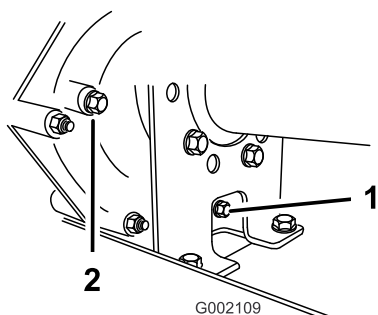

Figura 57
2. Pulite la superficie attorno al tappo di riempimento e di spurgo con un panno (Figura 57).
4. Estraeate il tappo di riempimento facendolo girare in senso antiorario (Figura 57).
5. Estraeate il tappo di spurgo facendolo girare in senso antiorario (Figura 57).
6. Installate e serrate il tappo di spurgo e la guarnizione del foro del tappo di spurgo della trasmissione (Figura 57).
specificato o fino a quando il livello di fluido nella trasmissione non è a livello con il fondo delle filettature. (Figura 57).
8. Installate e serrate il tappo di riempimento e la guarnizione del foro del tappo di riempimento della trasmissione (Figura 57).
10. Controllate il livello del fluido e aggiungetene altro se è al di sotto delle filettature del foro del tappo di riempimento (Figura 57).